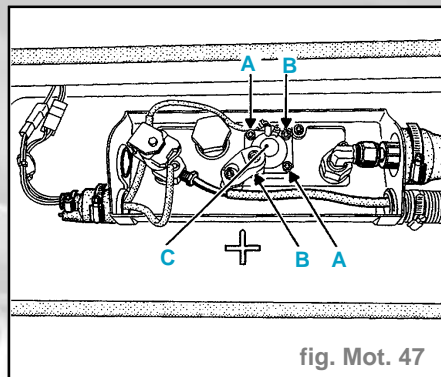

fig. Mot. 47
- Lorsque la flamme s'éteint, essayer de rallumer le brûleur en utilisant le système électrique (E)
- déposer le potentiomètre (C) de la jauge à carburant (fig. Mot. 47)
- éliminer la pression résiduelle restant dans le réservoir ; enlever les deux vis (A) fixant le plongeur de la jauge, lorsqu'elles sont fixées, enlever les deux autres vis (B)
- les deux vis fixant le potentiomètre (C) (fig. Mot. 47)
- les deux vis (B) fixant le plongeur
- Déposer les deux vis (A) fixant le plongeur